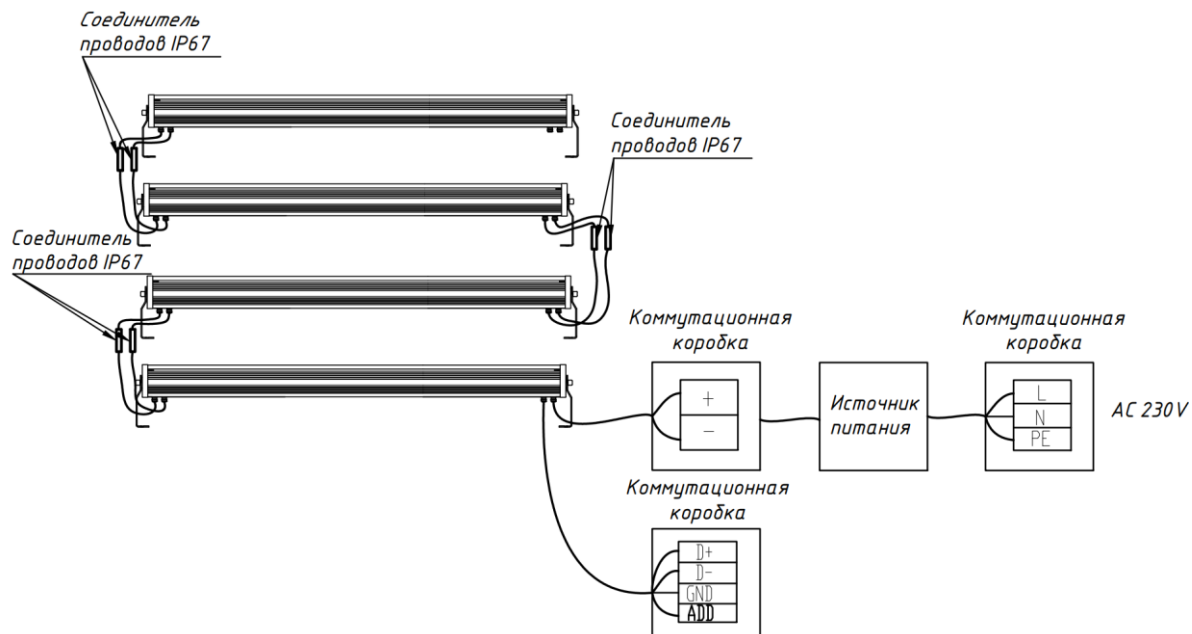

Рис.5
6.6.6 При использовании светильника с цветом излучения RGB установить светильник под нужным углом к освещаемому объекту и зафиксировать положение светильника с помощью боковых винтов на поворотных скобах и подключить в соответствии с Рис.5. Подать питание на сетевой кабель. Убедиться в работоспособности светильника.